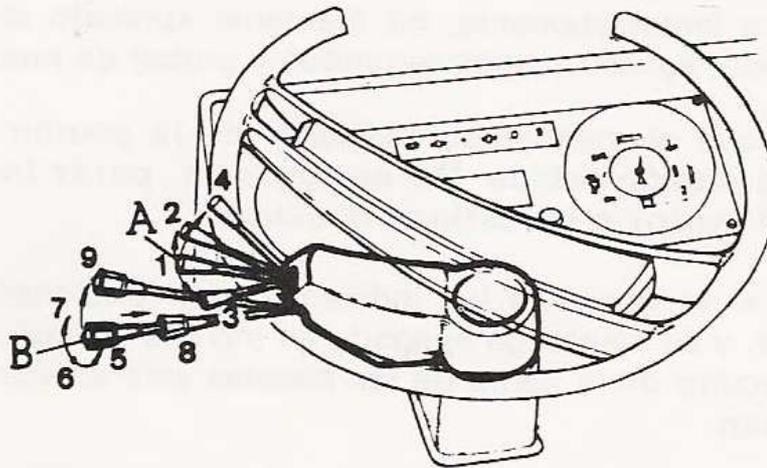

Fig. 1.7. - Conjunto mando luces
1.7 CONJUNTO MANDO-LUCES (fig. 1.7)